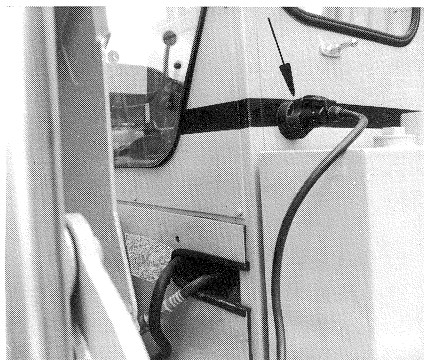

FIG. 15
- Brancher la fiche du câble de ce dispositif d'éclairage exigé par le code de la route, sur la prise de courant (fig.15/flèche) et vérifier le fonctionnement de l'ensemble.